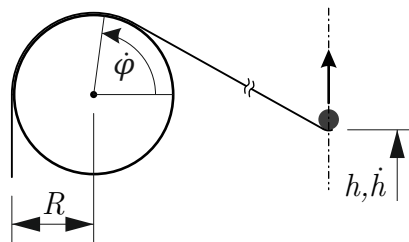

Abbildung 4: Drehwinkelgeschwindigkeit  $\dot{\varphi}$
- b) Berechnen Sie die Drehwinkelgeschwindigkeit  $\dot{\varphi}(\dot{h}, h)$  der Umlenkrolle (Abbildung 4). Das Seil haftet dabei ideal (ohne zu rutschen) an der Umlenkrolle. 2 P. |